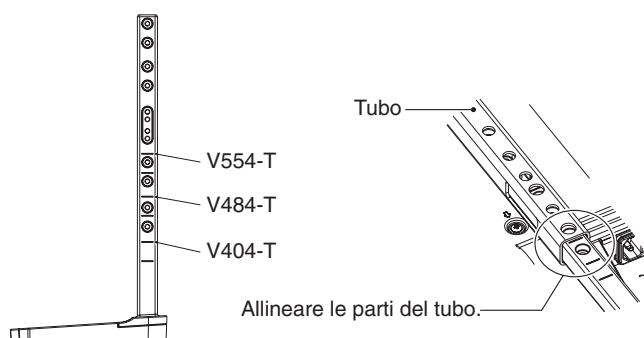

Figura 3
1. Le linee sull'asta di supporto indicano la regolazione in altezza (**Figura 3**). Regolare il tubo in base alle linee.